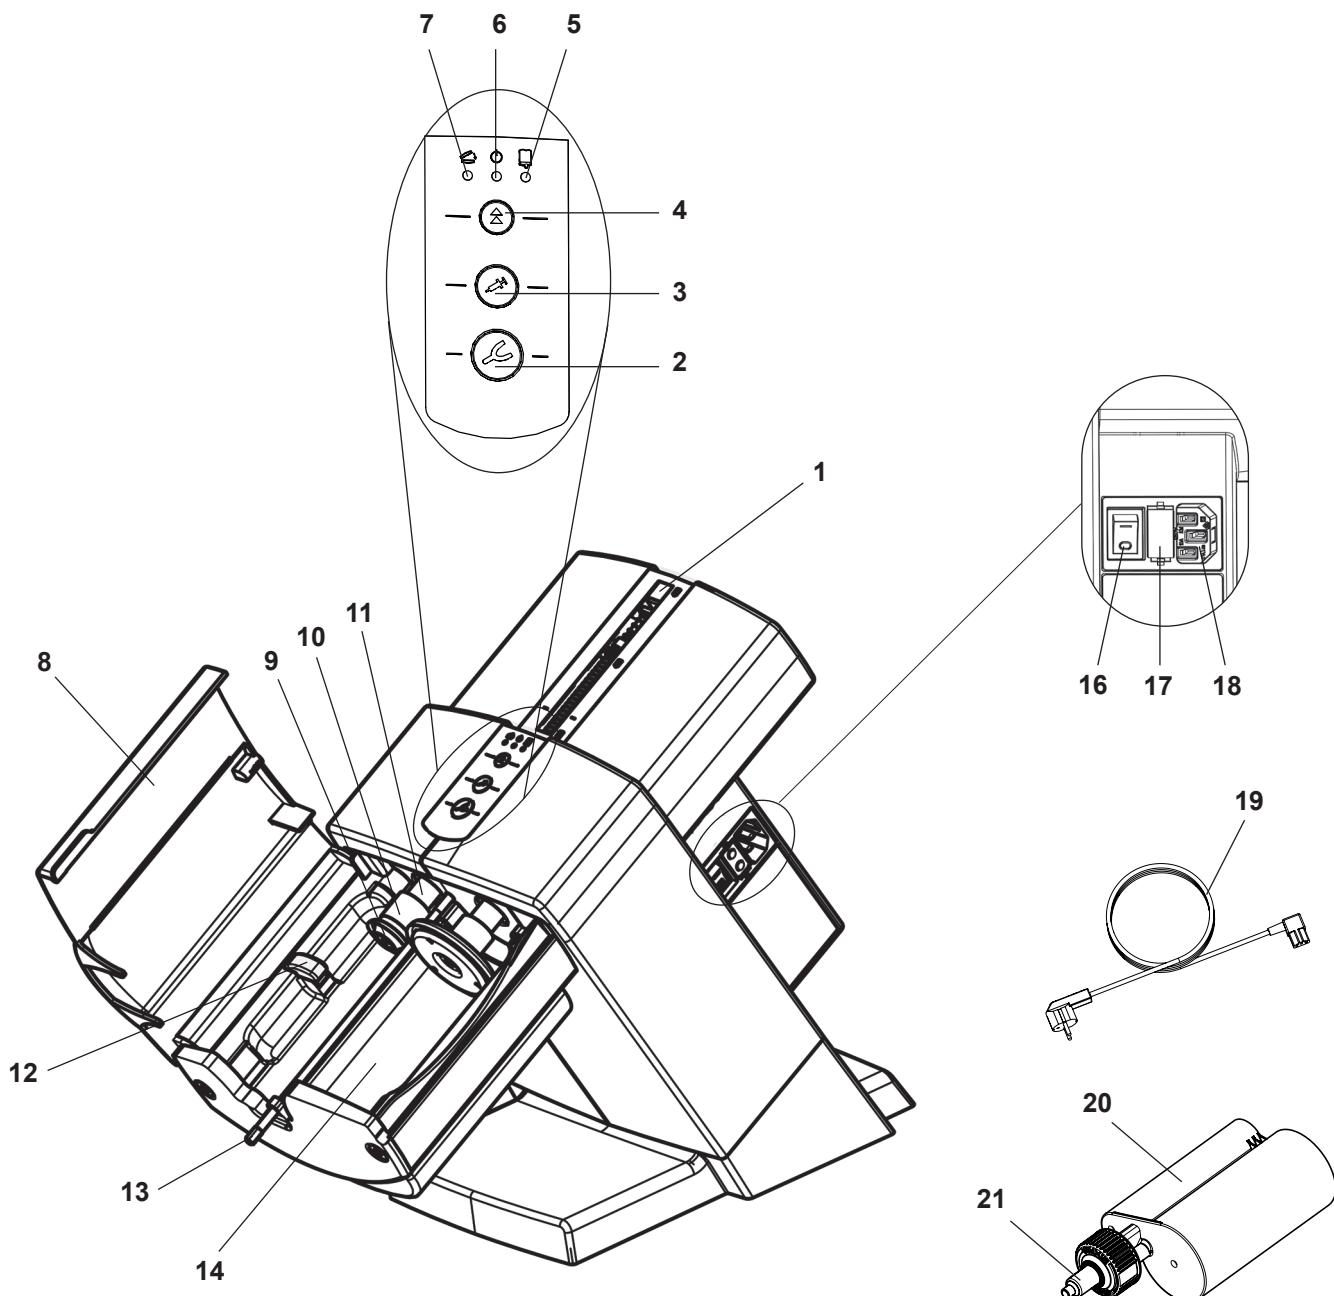

Fig. 1
- ⇒ Introduceți cablul de rețea din pachetul de livrare (19, fig. 1) în fișa racordului la rețea (18).
- ⇒ Conectați aparatul de la întrerupătorul de rețea (16).
- ⇒ Închideți clapeta aparatului (8, fig. 1).
- ⇒ Apăsați tastă de mers înapoi (4).
- ◆ Discurile de presiune (9, fig. 1) se deplasează înapoi până la poziția inițială și se opresc acolo.
- ⇒ Îndepărtați siguranța de transport (23).
Introducerea, precum și schimbarea unui cartuș se pot realiza numai dacă cele două discuri de presiune (9, fig. 1) se află în poziția inițială.
⇒ Închideți clapeta aparatului (8, fig. 1).
⇒ Deschideți clapeta aparatului (8, fig. 1).
Clapeta aparatului se poate închide numai cu cartușul introdus corect. Atât timp cât clapeta aparatului nu este închisă conform prescripțiilor, se aprinde LED-ul roșu „Clapetă aparat deschisă“ (7, fig. 1).
- Lingură de amprentă (2), viteză ridicare de scoatere prin presare sau
- Dispenser (3), viteză scăzută de scoatere prin presare
- ◆ Capul hexagonal de amestecare (13, fig. 1) începe să se rotească și se inserează automat în duza malaxorului (21, fig. 1) și se oprește apoi din nou.